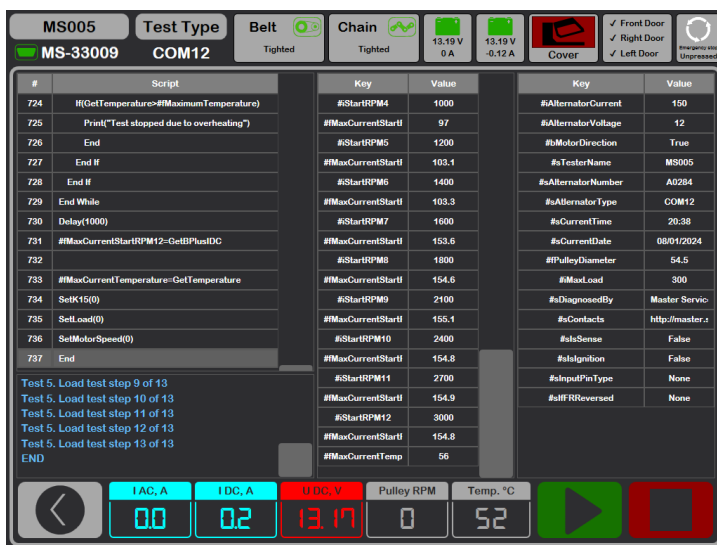

Рисунок 27. Меню режима автоматического теста
5. Для начала тесте в открывшемся окне (см. рис. 27) нажмите кнопку . Далее стенд сам проведёт все проверки согласно выбранному скрипту. В случае необходимости процесс теста можно прервать кнопкой .